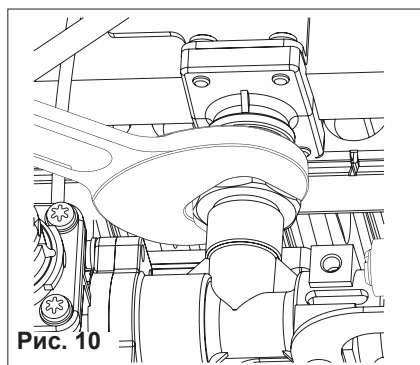

Рис. 10
- открутить гайку крепления основной горелки (рис.10);